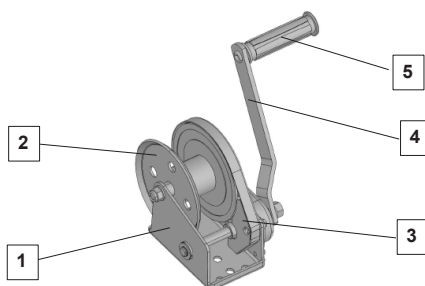

Fig. 1
Lorsque l'on agit sur la manivelle (rep. 4, fig. 1 ou rep. 7, fig. 2), et suivant le sens de rotation indiqué (fig. 12), la charge de matériel monte ; si l'opérateur manipule la manivelle dans le sens inverse la charge de matériel descend. Il est possible d'ajuster la longueur de la manivelle grâce à un dispositif de réglage uniquement pour le caRol Duratech 250 (rep. 6, fig. 2).
- une structure (rep. 1, fig. 1 ou rep. 1 fig. 2) permettant la fixation du treuil caRol Duratech
- un carter de protection (rep. 3, fig. 1 ou rep. 10, fig. 2) permettant d'assurer la protection du réducteur des projections et des chocs lors de l'installation, l'utilisation, le transport et le stockage de l'appareil et permet à l'opérateur d'utiliser l'appareil en sécurité.